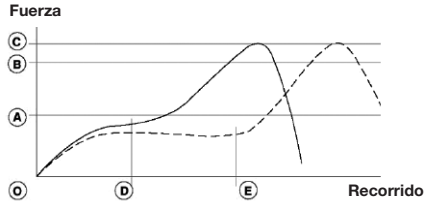

Figura 3 – Gráfico de fuerza/recorrido
- Hay que regular la posición de la boquilla como se indica en la figura 3
- Después de la regulación, bloquear la contratuerca de la boquilla (2) a 10 Nm.